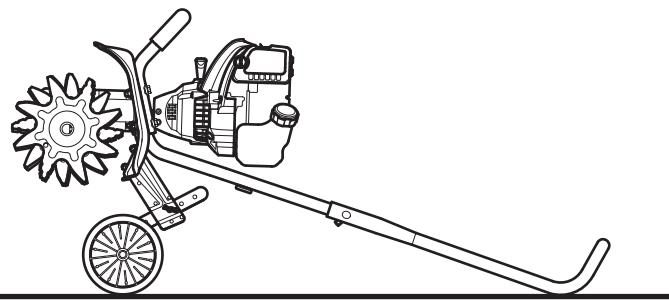

Fig. 15
- Coloque la unidad en una superficie plana y nivelada. Incline la unidad hacia atrás de manera que la barra de control toque el suelo y el motor quede en posición horizontal (Fig. 15).
Incline la unidad hacia atrás de manera que la barra de control toque el suelo y el motor quede en posición horizontal (Fig. 15).